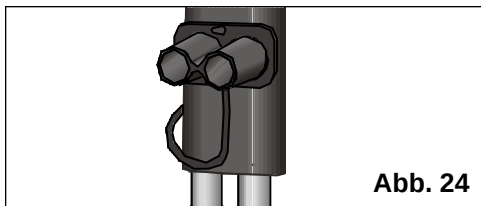

Abb. 24
Falls das freie Ende des Schlauchs mit der Gummikappe verschlossen ist, muss sie abgenommen werden und wieder in die Halterung eingeführt werden, wie in **Abb. 24** gezeigt. Dann den ganzen Anschluss wieder in das Innengerät einführen.
- ☐Klappen Sie die Luftleitklappe auf der Geräteoberseite nach oben (**Abb. 24**), und, falls gewünscht, öffnen Sie die seitlichen Luftauslässe **A und L, Abb. 1**, (siehe Abschnitt „seitlichen Luftauslässe“, um eine bessere Verteilung der Luft im Raum zu erzielen. Es ist empfehlenswert, diese Luftaustrittsöffnungen entweder vollständig zu schließen oder vollständig zu öffnen, um lästige Geräusche zu vermeiden.